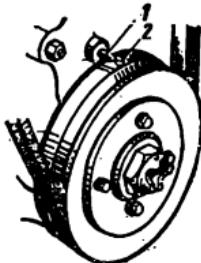
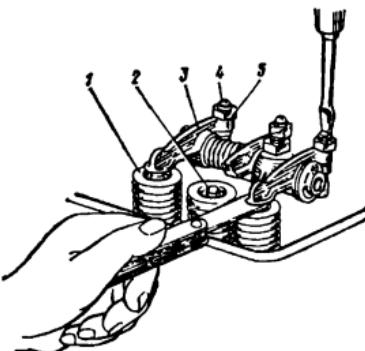

Рис. 21. Определение верхней мертвой точки:
Рис. 22. Регулировка зазора между коромыслом и клапаном:
- установите поршень первого цилиндра по метке на шкиве коленчатого вала (рис. 21) в В. М. Т. при такте сжатия и щупом проверьте зазор между коромыслами и клапанами 1-го цилиндра. При неправильном зазоре отверните контргайку регулировочного винта, установите зазор по щупу (рис. 22), после чего, поддерживая отверткой регулировочный винт, затяните контргайку и проверьте правильность зазоров;